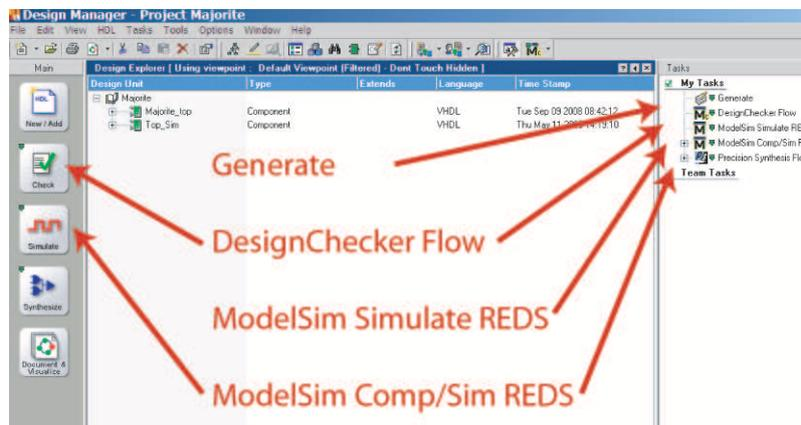

FIGURE 4.5 – Fenêtre des tasks
- Double-cliquez sur “Generate” dans la fenêtre *Tasks* (en haut à droite), cf.figure 4.5).
- Double-cliquez sur “DesignChecker Flow” dans la fenêtre *Tasks* (en haut à droite) ou cliquez sur “Check”(icone à gauche) , cf.figure 4.5).